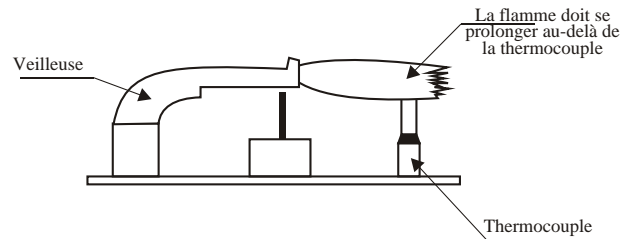

Figure 11
Dans le brûleur principal existira une flamme courte bleu avec une flamme secondaire plus grande et légère. La flamme peut avoir une pointe jaune lorsqu'elle est chaude. Regardez la figure 11 où on montre les hauteurs de chaque partie de la flamme. L'existence de poussière dans l'air de combustion produira une flamme orange ou rouge. Ne confondez pas une flamme orange ou rouge avec une flamme jaune incorrecte. Après l'utilisation, un nettoyage peut être exigé pour obtenir une flamme convenable.
12. Quand le brûleur principal est en train de fonctionner contrôlez que les flammes de la veilleuse et du brûleur soient bleues. Dans les figures 11 et 12 on indique la forme correcte des flammes. Si elles ne répondent pas à ce patron ou si vous n'êtes pas tout à fait sûr éteignez l'appareil et contactez votre fournisseur de gaz ou appelez Empire Comfort Systems Inc.